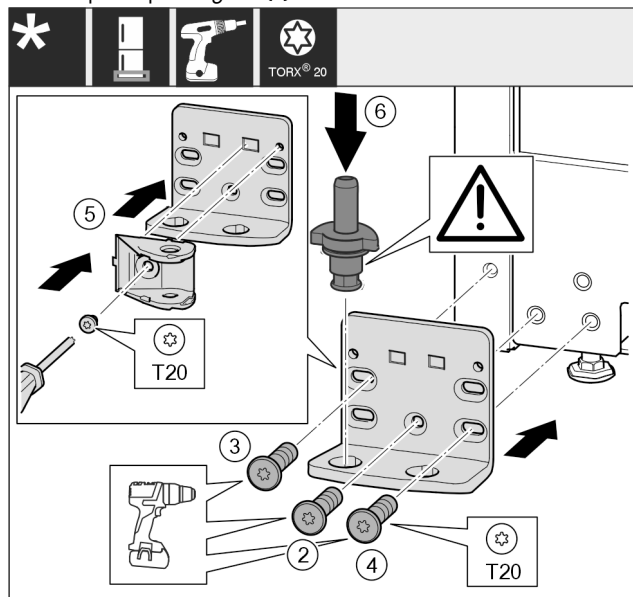

Fig. 32
- ▶ Postavite podložak ležaja na drugu stranu i pritegnite ga odvijačem. Započnite s vijkom Fig. 32 (2) dolje u sredini.
- ▶ Pritegnite vijak Fig. 32 (3) i vijak Fig. 32 (4).
- ▶ Okrenite spojni element prigušivača zatvaranja Fig. 32 (5) za 180°. Na drugoj strani podloška ležaja uvrnite odvijačem.
- ▶ Potpuno umetnite podložak ležaja Fig. 32 (6). Pritom se pobrinite za to da je uskočna izbočina okrenuta prema natrag.